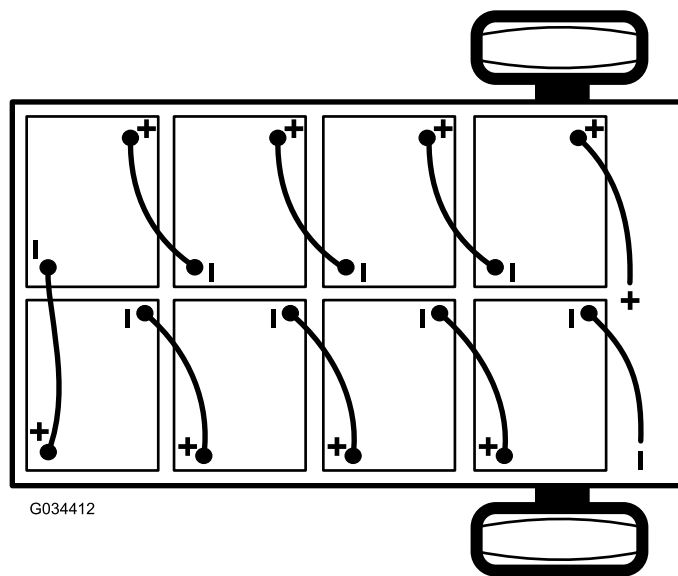

Figura 39
2. Scollegate il cavo negativo principale della batteria (nero) che collega la serie di batterie al punto di messa a terra della macchina (Figura 39).
3. Scollegate il cavo positivo principale della batteria (rosso) che collega la serie di batterie al contattore principale della macchina (Figura 39).
Nota: Prestate attenzione alla polarità delle batterie quando montate le batterie nuove (Figura 39).
6. Collegate le batterie come mostrato in Figura 39 con i cavi interconnessi alle batterie rimossi al punto 1.
2. Collegate il cavo positivo principale (rosso) della batteria tra la serie di batterie e la macchina (Figura 39).
3. Collegate il cavo negativo principale (nero) della batteria tra la serie di batterie e la macchina (Figura 39).